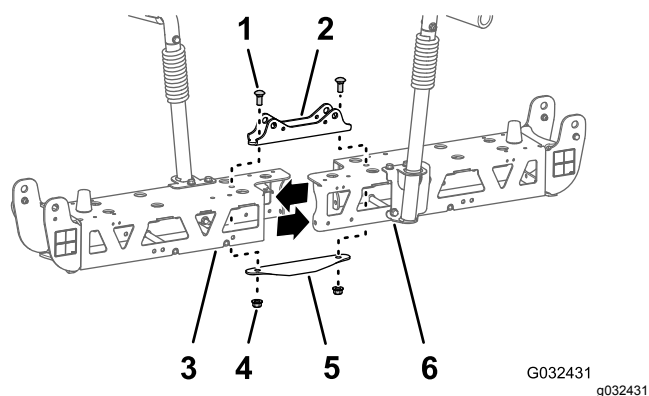

Figura 53
2. Rimuovete i 2 bulloni a testa tonda ($\frac{1}{2}$ " x $1\frac{1}{4}$ ") e i 2 dadi di bloccaggio ($\frac{1}{2}$ ") che fissano il supporto stretto del cilindro, i telai delle travi di sinistra e di destra e la piastra di ancoraggio stretta (Figura 53).